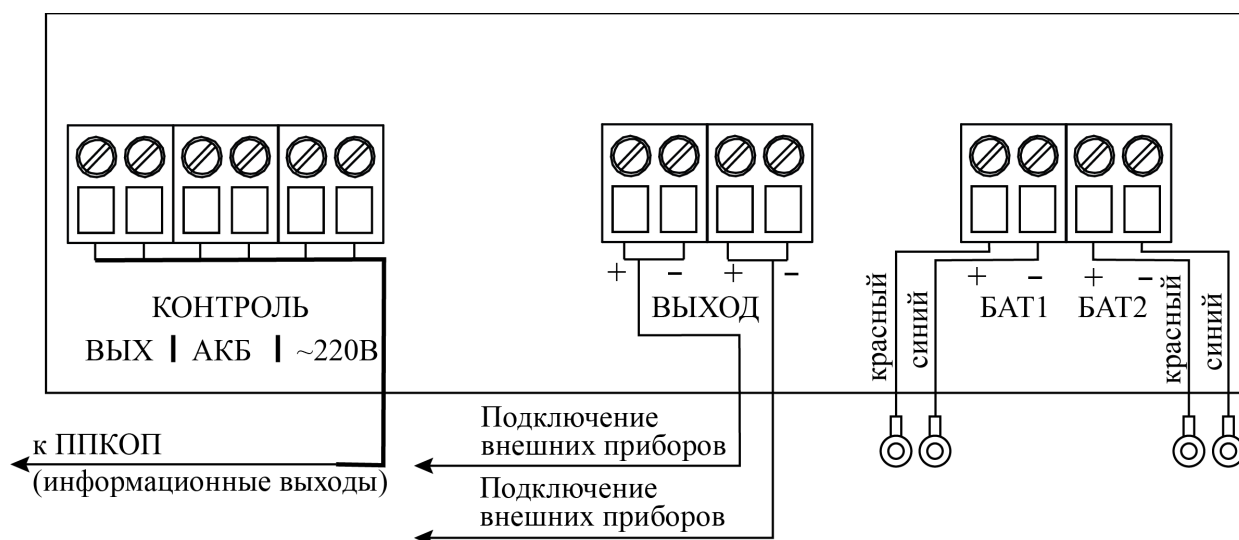

Рисунок 3 – Схема подключения
Произвести подключение внешних цепей в соответствии со схемой подключения (рисунок 3) в следующей последовательности:
- подключить к выходным контактам внешние приборы (рисунок 3);
- подключить информационные выходы к ППКОП (рисунок 3);
- установить и подключить аккумуляторные батареи (рисунок 3);